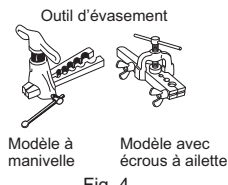
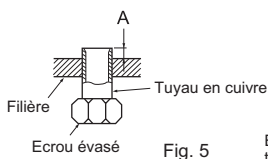

Fig. 4
Fig. 5
- Insérez complètement le tuyau de vidange dans le bac de vidange sur le côté arrière droit de l'unité interne. (Fig. 4)
- Placez le bouchon de vidange dans le manchon d'ouverture murale (C) et fixez la partie supérieure de l'unité interne sur le gabarit d'installation (1). Déplacez ensuite l'unité interne complètement vers la gauche pour faciliter le placement de la tuyauterie à l'arrière de l'unité.
- Découpez une partie du carton d'expédition, roulez-le, fixez-le sur la saillie arrière et utilisez-le comme entretoise pour soulever l'unité interne. (Fig. 5)
- Raccordez la conduite de réfrigérant à l'aide du tuyau télescopique (B).
- Repoussez fermement la partie inférieure de l'unité interne sur le gabarit d'installation (1).
- Travaux d'évasement (Fig. 4, 5). Tenez fermement le tuyau de cuivre dans la dimension indiquée dans le tableau. Sélectionnez A mm dans le tableau suivant l'outil que vous utilisez.